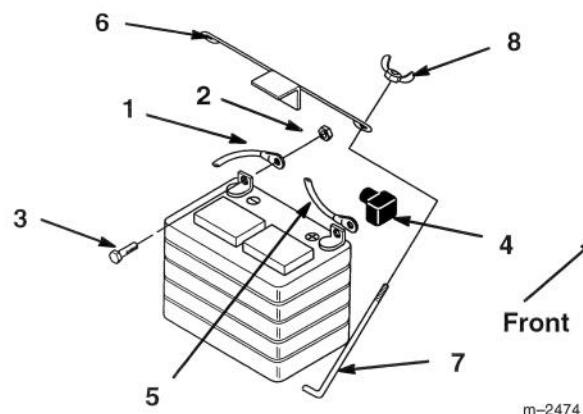

Abbildung 38
3. Das negative (schwarze) Massekabel von der Batterieklemme lösen (Abb. 38).
4. Die Gummiaabdeckung am positiven (roten) Kabel hochheben. Das positive (rote) Kabel von der Batterieklemme lösen (Abb. 38).
5. Die Batteriehaltestangen entfernen (Abb. 38). Die Batterie von der Maschine herunterheben.
6. Die Batterie in der Grundplatte anbringen (Abb. 38).
7. Die Batterie mit Haltestangen, Unterlegscheiben und Flügelmuttern in der Grundplatte befestigen (Abb. 38).
8. Mit Schraube, Unterlegscheiben und Mutter das positive (rote) Kabel an der positiven (+) Batterieklemme anschließen (Abb. 38). Die Gummiabdeckung über die Batterieklemme schieben.
9. Mit Schraube, Unterlegscheibe und Mutter das negative (schwarze) Kabel an der negativen (-) Batterieklemme anschließen (Abb. 38).